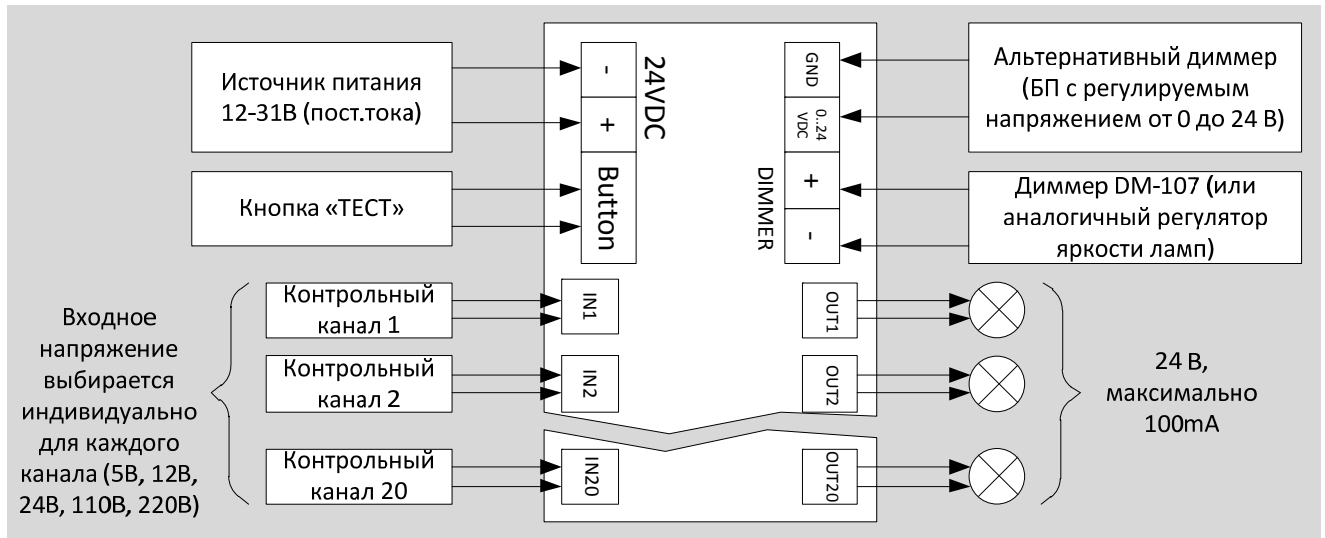

Рисунок 4 Общая схема подключения
3. Соединительные провода от источника питания и подключаемых приборов подведите к клеммникам устройства (смотрите Рисунок 4).